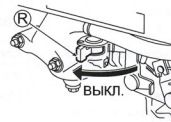

Рис. 9.
3 Установите топливный кран (R) в положение "OFF". (См. рис. 9.)